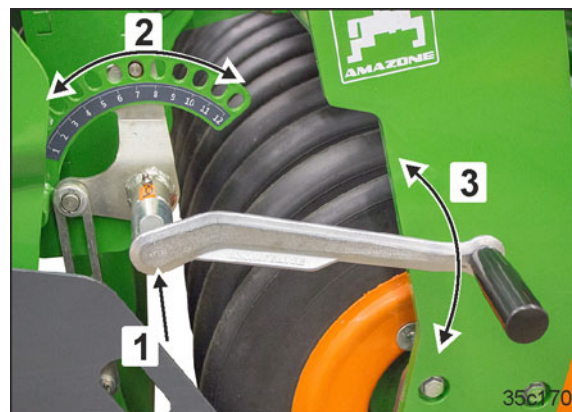

Fig. 129
1. Sacar la herramienta de manejo de la posición de estacionamiento (Fig. 60/1, véase la página 79) y meterla en el dispositivo de ajuste (Fig. 129/1).
Mantener la herramienta de manejo (Fig. 129/3) en posición antes de soltar en enclavamiento con sujeción firme.
3. Ajustar la altura deseada (Fig. 129/2) de la herramienta de manejo girando la manivela de ajuste (Fig. 129/3).